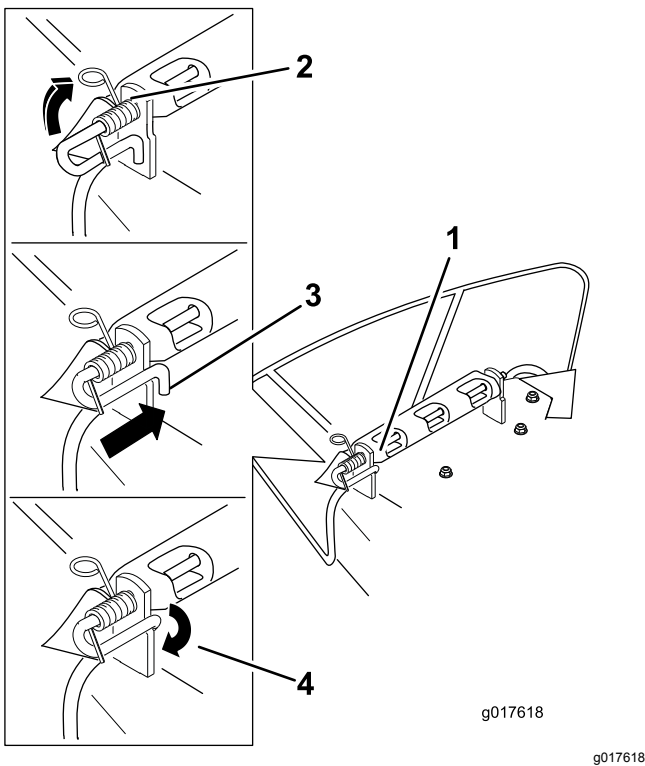

Figura 62
3. Coloque el nuevo deflector de descarga con los extremos de los soportes entre los soportes soldados de la carcasa, según se muestra en Figura 62.
6. Levante el extremo del muelle que tiene bucle y colóquelo en la muesca del soporte del deflector (Figura 62).
7. Fije el conjunto de varilla y muelle torciéndolo de manera que el extremo corto de la varilla pueda colocarse detrás del soporte delantero que está soldado a la carcasa (Figura 62).